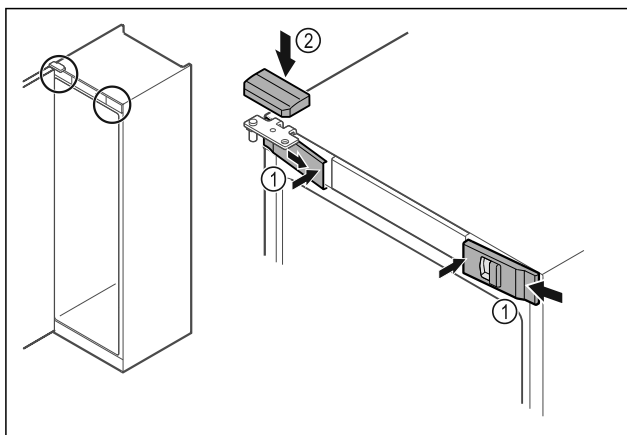

Fig. 54
- Aizkabiniet sānos priekšējos pārseģus Fig. 54 (1) un iekšpusē nofiksējiet.
- Nofiksējiet augšējo pārseģu Fig. 54 (2) no augšpuses.